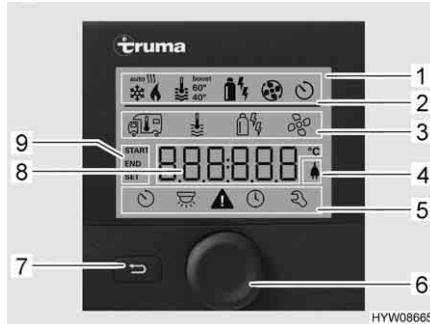
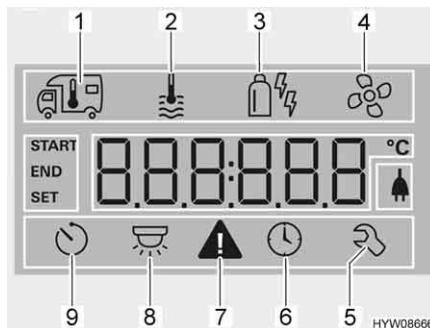

Fig. 96 Centralina di controllo con indicazioni
Fig. 97 Display (centralina di controllo)
- Riga di stato (Fig. 96,2)
- Riga di menu in alto (Fig. 96,3)
- Area di indicazione (Fig. 96,8)
- Riga di menu in basso (Fig. 96,5)
- Premere la manopola/il pulsante (Fig. 96,6) per circa 3 secondi. Vengono visualizzate entrambe le righe di menu (Fig. 96,3 e Fig. 96,5). Il primo simbolo lampeggiava.
- Ruotare la manopola/il pulsante (Fig. 96,6), finché viene visualizzato il simbolo del menu desiderato.
- Premere la manopola/il pulsante per memorizzare il valore impostato. Se il valore impostato originariamente non deve essere modificato: Premere il tasto indietro (Fig. 96,7).
- Ruotare la manopola/il pulsante (Fig. 96,6), finché il simbolo del menu del riscaldamento (Fig. 97,1) lampeggiava.
- Premere la manopola/il pulsante per memorizzare il valore impostato. Il simbolo nella riga di stato lampeggia (Fig. 96,2), finché viene raggiunta la temperatura impostata. Se il valore impostato originariamente non deve essere modificato: Premere il tasto indietro (Fig. 96,7).
- Ruotare la manopola/il pulsante (Fig. 96,6), finché il simbolo del menu relativo all'acqua calda (Fig. 97,2) lampeggia.
- Premere la manopola/il pulsante per memorizzare il valore impostato. Il simbolo nella riga di stato lampeggia (Fig. 96,2), finché viene raggiunta la temperatura dell'acqua impostata. Se il valore impostato originariamente non deve essere modificato: Premere il tasto indietro (Fig. 96,7).
Selezione della modalità di funzionamento:	<ul style="list-style-type: none"> <li>■ Ruotare la manopola/il pulsante (Fig. 96,6), finché il simbolo del menu relativo alla modalità di funzionamento (Fig. 97,3) lampeggia.</li> <li>■ Premere la manopola/il pulsante.</li> <li>■ Ruotare la manopola/il pulsante, finché viene visualizzata la modalità di funzionamento desiderata: <ul style="list-style-type: none"> <li>●  Funzionamento a gas</li> <li>●  Funzionamento elettrico (900 W)</li> <li>●  Funzionamento elettrico (1800 W)</li> <li>●  Funzionamento a gas e elettrico (900 W)</li> <li>●  Funzionamento a gas e elettrico (1800 W)</li> </ul> </li> </ul>
- Premere la manopola/il pulsante per memorizzare la modalità di funzionamento impostata. Se il valore impostato originariamente non deve essere modificato: Premere il tasto indietro (Fig. 96,7).
- Ruotare la manopola/il pulsante (Fig. 96,6), finché il simbolo del menu delle ventole (Fig. 97,4) lampeggia.
- Ruotare la manopola/il pulsante (Fig. 96,6), finché il simbolo del menu del timer (Fig. 97,9) lampeggia.
- Premere la manopola/il pulsante. Il timer è attivato. Il simbolo del timer (Fig. 97,9) lampeggiante quando il timer è programmato e attivo.
In caso di avviso, il relativo simbolo lampeggia (Fig. 97,7). Il riscaldamento rimane in funzione. Se si tratta solo di un guasto temporaneo, il simbolo di avvertimento si spegne autonomamente.